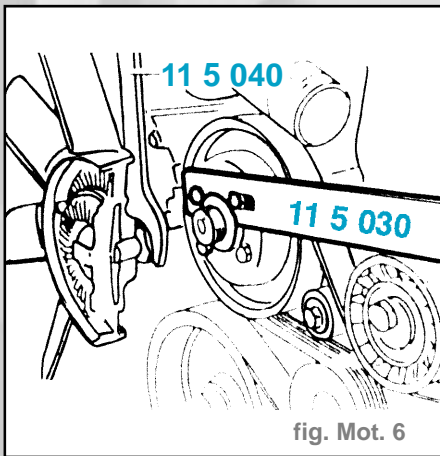

fig. Mot. 6
- Immobiliser la poulie avec l'outil spécial 11 5 030 et desserrer le contre-écrou avec l'outil spécial 11 5 040 (fig. Mot. 6).